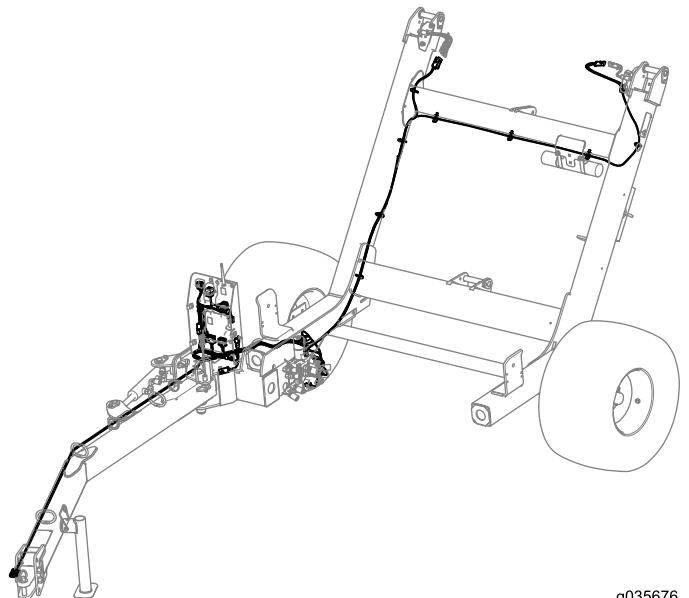

Figura 20
- Encaminhe a cablagem para a estrutura do veículo de reboque traseiro (Figura 20).